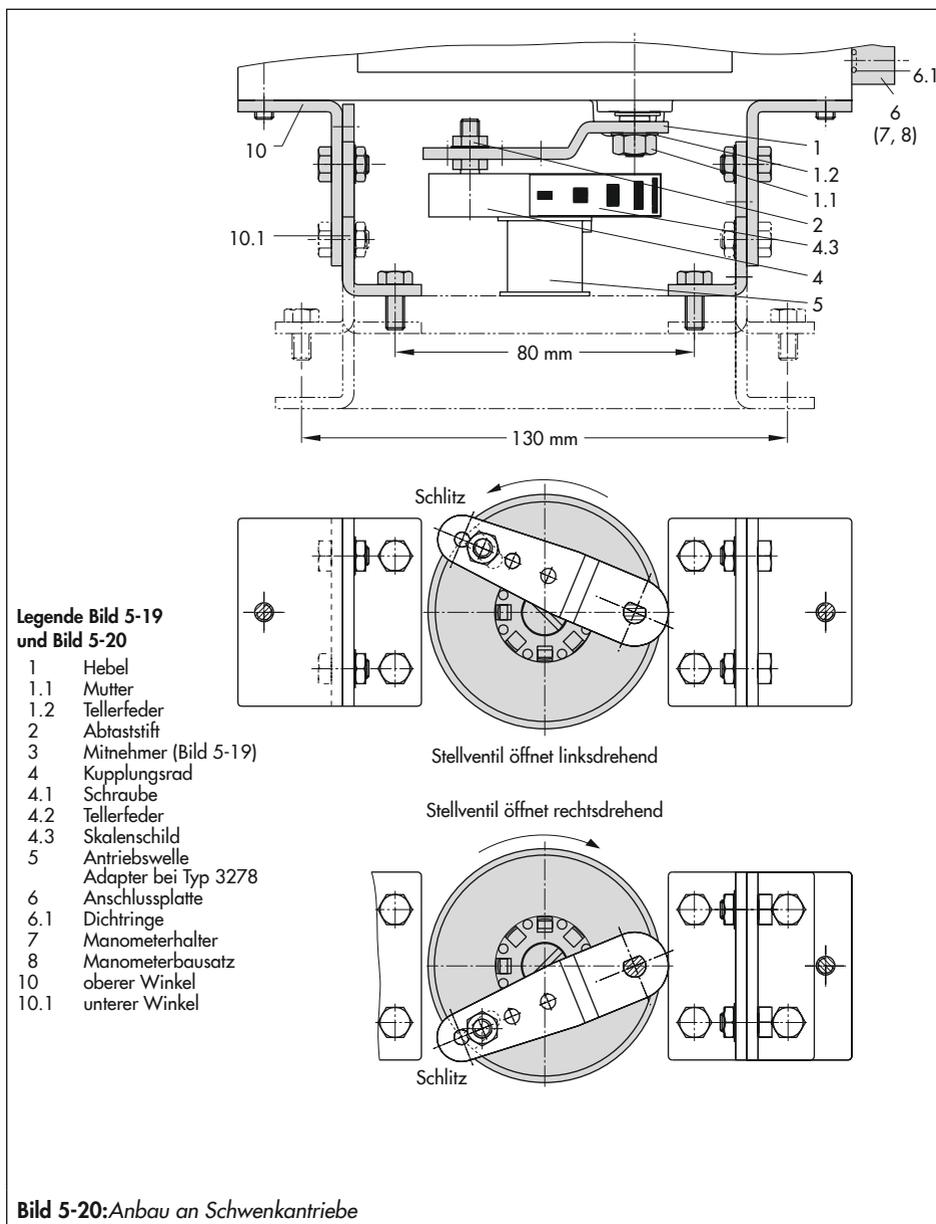

Bild 5-20: Anbau an Schwenkantriebe
→ Vgl. Bild 5-20
2. Kupplungsrad (4) mit flacher Seite zum Antrieb hin auf den Mitnehmer (3) stecken. Dabei den Schlitz so ausrichten, dass er bei Schließstellung des Ventils mit der Drehrichtung nach Bild 5-20 übereinstimmt.
4. Die beiden unteren Winkel (10.1) je nach Antriebsgröße mit Abwinkelung nach innen oder außen am Antriebsgehäuse festschrauben. Obere Winkel (10) ansetzen und verschrauben.
5. Anschlussplatte (6) oder Manometerhalter (7) mit Manometern am Stellungsregler montieren, auf richtigen Sitz der beiden Runddichtringe achten. **Bei doppelwirkenden** federlosen Schwenkantrieben wird ein Umkehrverstärker für den Anbau am Antrieb benötigt, vgl. Kap. 5.5.7.
6. Am Hebel M (1) des Stellungsreglers den Standard-Abtaststift (2) herauserschrauben. Den blanken Abtaststift ($\varnothing 5$ mm) aus dem Anbausatz verwenden und in der Bohrung für Stiftposition 90° fest verschrauben.
7. Stellungsregler auf die oberen Winkel (10) aufsetzen und festschrauben. Dabei den Hebel (1) so ausrichten, dass er unter Berücksichtigung der Drehrichtung des Antriebs mit seinem Abtaststift in den Schlitz des Kupplungsrad (4) eingreift (Bild 5-20). Es muss in jedem Fall gewährleistet sein, dass bei halbem Drehwinkel des Schwenkantriebs der Hebel (1) parallel zur Längsseite des Stellungsreglers steht.